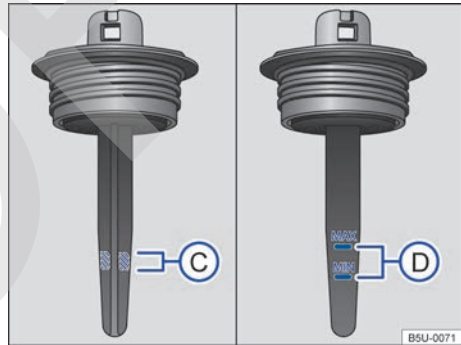

Fig. 112 Marcas para controlar el nivel del fluido de la dirección hidráulica.
- Retirar la tapa del tanque y limpiar la varilla de medición ⇒ fig. 112 bajo la tapa con un paño limpio ⇒ ⚠.
- Retirar nuevamente la tapa y verificar el nivel del fluido por la región rayada de la varilla de medición ⇒ fig. 112 C.
- Retirar la tapa del tanque y limpiar la varilla de medición ⇒ fig. 112 bajo la tapa con un paño limpio ⇒ A.
- Retirar nuevamente la tapa y verificar el nivel del fluido por las marcas "MIN" y "MÁX" de la varilla de medición ⇒ fig. 112 D.
- Si el vehículo circula con el nivel del fluido fuera del nivel ⇒ fig. 112 C (motor frío) o D (motor caliente), el sistema de dirección hidráulica se dañará.